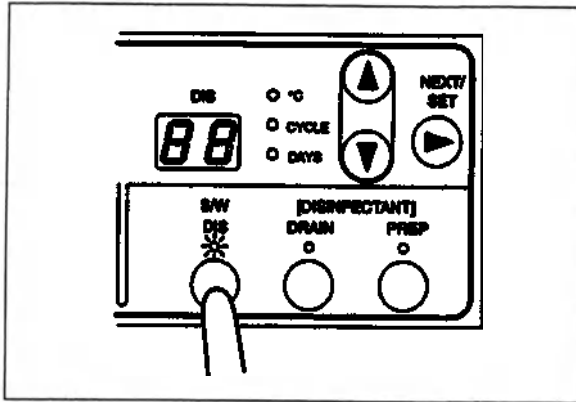

Рис. 6.3
8. Нажмите и удерживайте в нажатом состоянии не менее 2 секунд кнопку «S|W DIS» на вспомогательной панели управления (см. рис. 6.3).